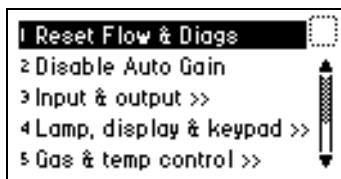

图 5-4 诊断菜单
1. 按 2420 ELS 检测器前面板上的 **DIAG** 键。2420 ELS 检测器显示“诊断”菜单（图 5-4）。